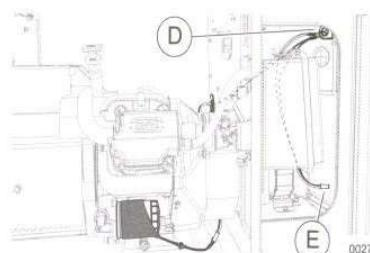

Рисунок 5. Подвод проводов к клиентскому соединению (9 кВт)
- См. Рисунок 5. Протяните подводящие провода через изолирующую втулку панели клиентских соединений (D). Если пустое гнездо Y-образного жгута (E) не будет подключаться к обогревателю аккумулятора, смотайте провода и зафиксируйте их с помощью пластиковых стяжек. Заденьте провода с помощью пластиковых стяжек на расстоянии как минимум 1 см (0,5 дюйма) от топливных шлангов.